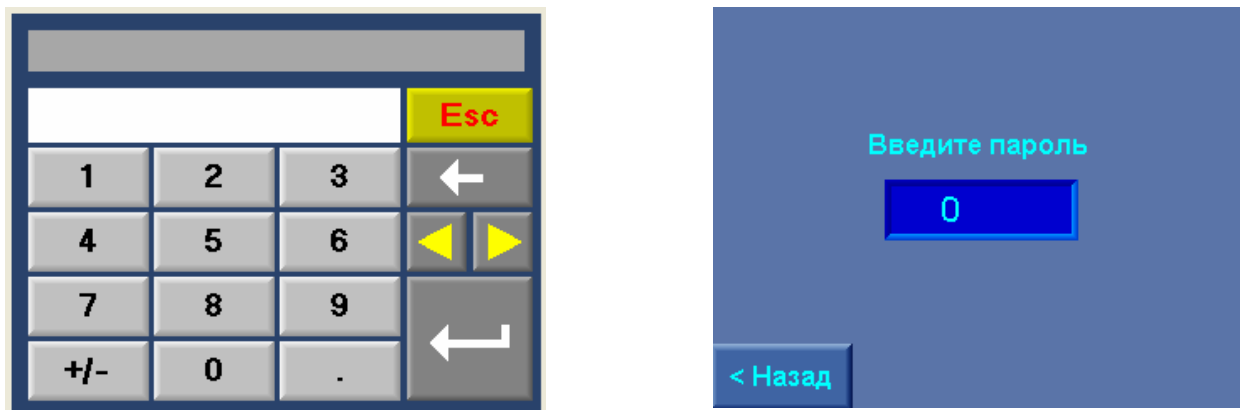

Рис. 10.1. Меню ввода а) параметра, б) пароля
- 3) Прямая запись: при касании индикатора заданной частоты производится вызов меню ввода параметров (рис. 10.1), в котором производится запись требуемого значения. После завершения записи нажать клавишу «Ввод».
Программирование значения параметра производится либо последовательным нажатием соответствующей клавиши экрана, либо нажатием на поверхность экрана пальцем в области изображения программируемого параметра. При этом появляется меню ввода параметра (рис. 10.1 а).
Ввод параметра производится последовательным нажатием на клавиши экрана меню (рис. 10.1 а). Разделительный знак между целым и дробным значением – «точка». Для «стирания» введенных символов необходимо последовательно нажимать клавишу «←».
Для программирования структуры комплекса необходимо в Меню перехода (рис. 7.2) нажать клавишу «Структура комплекса». В том случае, если пароль доступа первого уровня не введен (при его отличии от нулевого значения), система запрашивает ввод пароля, при этом производится переход к меню рис. 10.1 б).
2) значение таймера, определяющего время формирования отказа 0...999,99 секунды. Программирование таймера производится касанием экрана БУК в области его значения пальцем или стилером. При этом появляется меню ввода (рис.10.1 а), в котором по принципу калькулятора записывается значение параметра. После нажатия клавиши «Ввод» меню – возврат к исходному меню.
Программирование структуры и параметров рабочих групп насосов производится в меню **Рабочие группы** . Переход к меню производится нажатием клавиши **«Рабочие группы»** меню **Структура** комплекса (рис. 10.1).